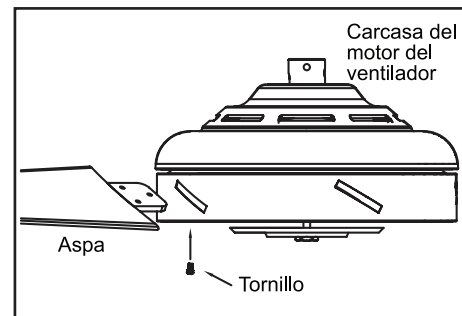

Figura 14
1. Coloca el asa en la carcasa del motor del ventilador insertando el asa dentro de la ranura del lateral de la caja del motor del ventilador y sujeta usando los tornillos proporcionados, tal como aparece en la Figura 14. Inserta el tornillo en el soporte. Repite para los otros dos tornillos.